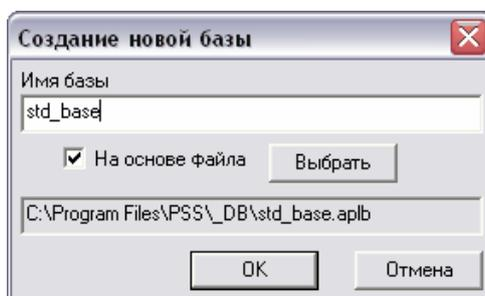

Рис. 5. Присоединение имеющейся БД
- В данном окне введите имя новой базы. Название БД должно быть уникальным среди имен других БД на данном компьютере. Если вы хотите присоединить имеющуюся БД, то установите флажок **На основе файла**, затем нажмите на кнопку **Выбрать**. При нажатии на кнопку открывается стандартный диалог выбора файла, где требуется выбрать соответствующий файл БД с расширением «.aplb». Путь к выбранному файлу отображается в нижнем поле диалога (Рис. 5).